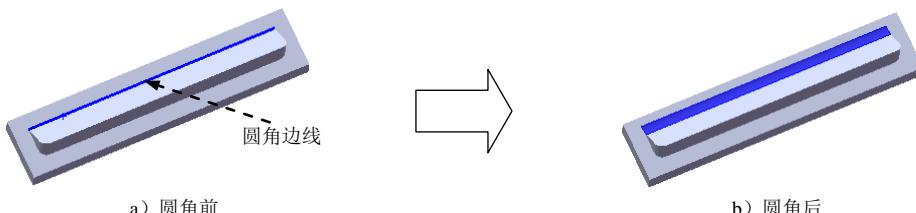

图 9.8 圆角 2
(4) 定义圆角的半径。在 **圆角项目(I)** 区域的  文本框中输入圆角半径值 0.8。
(5) 单击  按钮，完成圆角 1 的创建。
Step5. 创建图 9.8 所示的圆角 2。选择下拉菜单 **插入(I)** → **特征(E)** →  **圆角(U)...** 命令；选取图 9.8a 所示的边线为要圆角的对象，在 **圆角项目(I)** 区域的  文本框中输入圆角半径值 1.5。